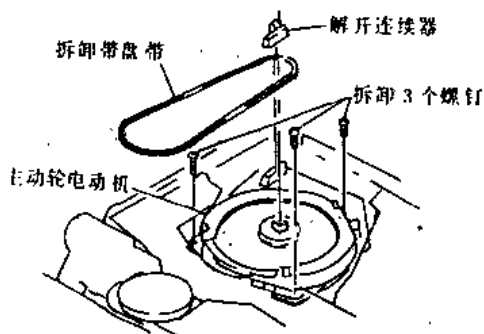

图 1-26
②拆卸带盘皮带,如图 1-26。
③解开连接器。
④拆卸 3 个螺钉并拉出主动轮电动机。